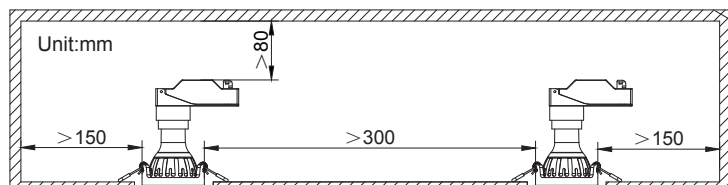

Abbildung 1 – Mindestabstände
- Halten Sie den in **Abbildung 1** angegebenen Mindestabstand unter den Einbauleuchten sowie den Abstand zwischen den Einbauleuchten und anderen Materialien ein, um eine gute Luftzirkulation zu ermöglichen.